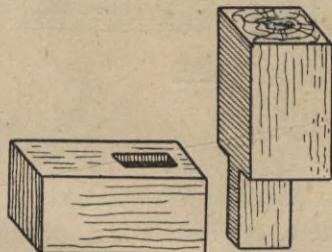

Fig. 116.
7. **Czopowanie** (Verzapfung) (Fig. 116). Zamiast nakrawywać zwiđlowanie na całą szerokość, mającego wejść w nie kawałka drzewa, wybija się dłutem w jednej sztuce czworogranny otwór i nacina się drugą w czop, bądź ze wszystkich czterech stron, bądź tylko z trzech.